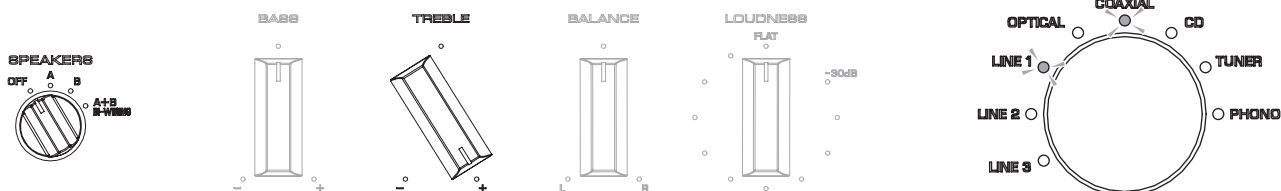

Fig. 11
Turn the "TREBLE" knob to "+" and the "SPEAKERS" knob to "OFF". (Fig. 11)
The AD value for the diode THM (temperature) (TH501 on FUNCTION (4) P.C.B. and D111 on MAIN (1) P.C.B.) is indicated in binary code (BCD) using the "INPUT" indicators. (Fig. 11)
"TREBLE" のつまみを "+" の位置にして、"SPEAKERS" つまみを "OFF" の位置にします。(Fig. 11)
ダイオード THM (温度) (FUNCTION (4) P.C.B. の TH501、MAIN(1) P.C.B. の D111) の AD 値が "INPUT" インジケータを使って 2 進数 (BCD) で表示されます。(Fig. 11)